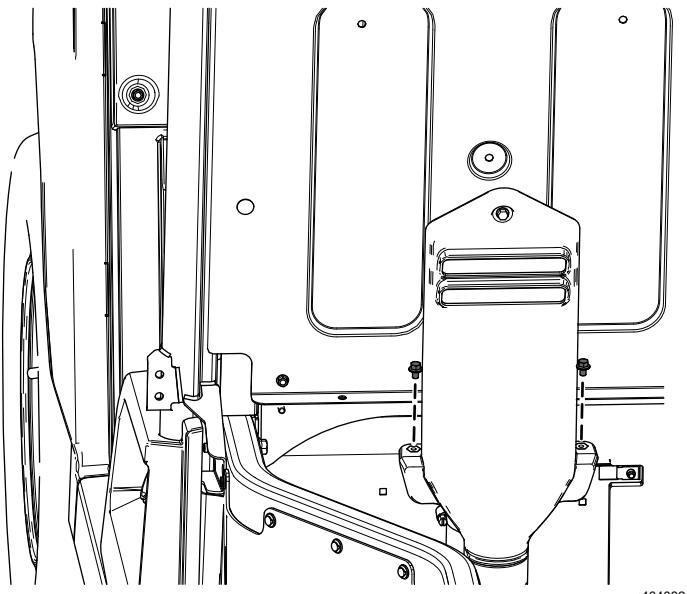

Figure 23
- A. Retirez les 2 boulons à embase ($\frac{1}{4} \times \frac{3}{8}$ po) du capot d'admission CVT (Figure 23).